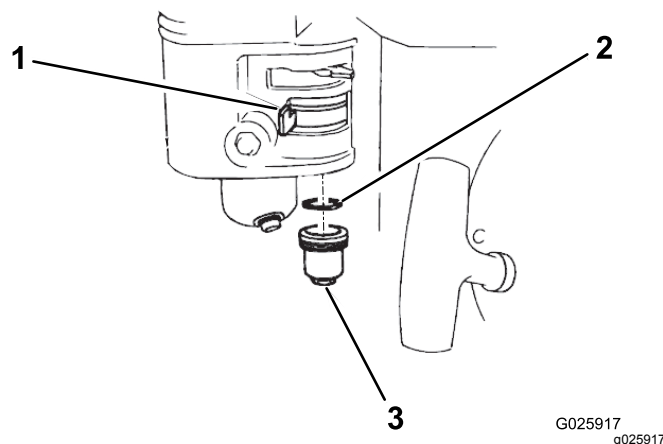

Bild 34
1. Stellen Sie den Kraftstoffhahn in die AUS-Stellung und nehmen dann die Sedimentschale und den O-Ring ab (Bild 34).